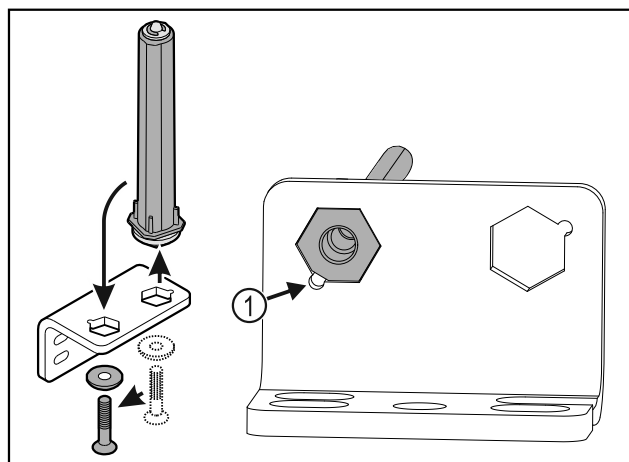

Fig. 33
- Dbejte, aby při vsazování ukazovalo zešíkmení čepu Fig. 33 (1) ke kulatému otvoru.